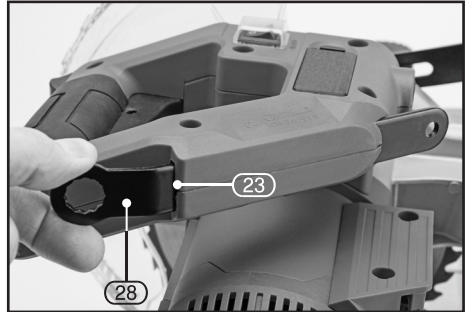

FIG.22
8.21 BLADE SPANNER STORAGE COMPARTMENT – FIG.22